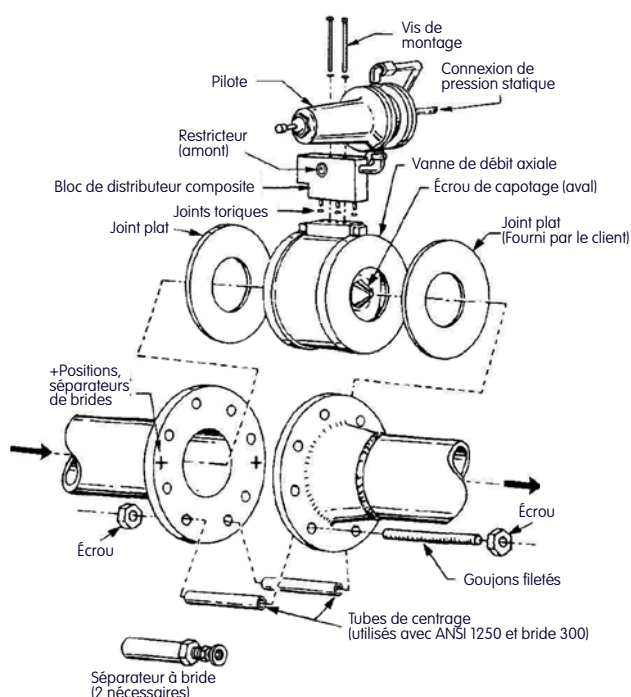

Figure 12
1. Assemblez la boucle de contrôle comme indiqué ci-dessus (figure 12) avec une position de restricteur d'admission vers le côté amont de la vanne de débit axial.